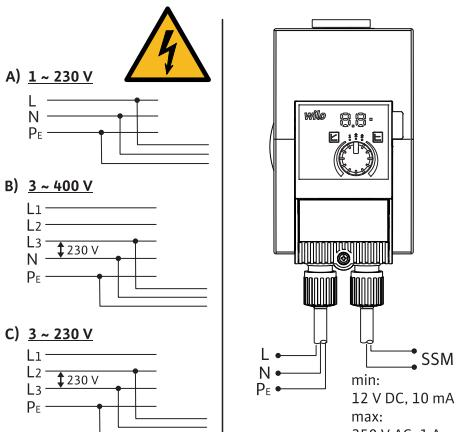

Fig. 3: Posibilități de racordare
- Conectați la retele de joasă tensiune de 230 V. În cazul conectării la retele IT (tipul de rețea Isolé Terre), asigurați-vă că tensiunea dintre conductoarele sub tensiune (L1-L2, L2-L3, L3-L1 → Fig. 3) nu depășește 230 V.